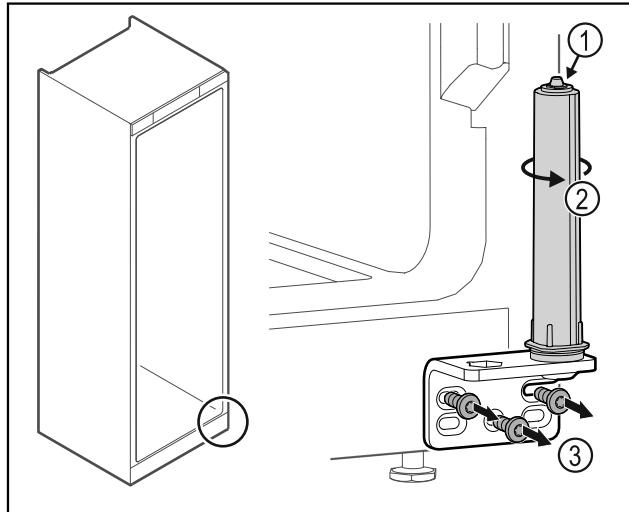

Fig. 37
- ▶ Не разбирайте систему закрытия двери Fig. 37 (1).
- ▶ Поворачивайте систему закрытия Fig. 37 (2) до щелчка.
- ▶ Отвинтите шарнирные уголки Fig. 37 (3).